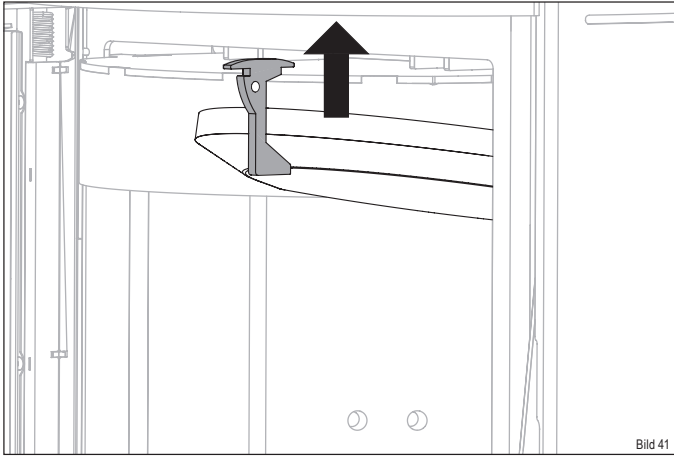

Bild 41
- ▶ Schieben Sie den Thermosteinhalter nach oben (Bild 41).